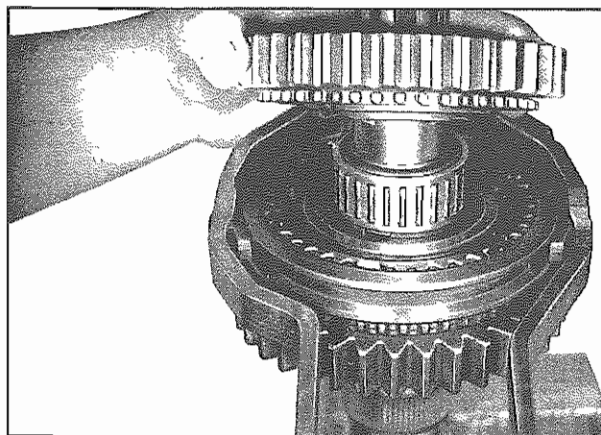

Fig. 28 - Ingranaggio della retromarcia
- Montare la gabbia a rullini **(414)** e l'ingranaggio della retromarcia **(428)** con la dentatura di accoppiamento rivolta verso il basso (**Fig. 28**).
- Attach needle cage **(414)** and gear wheel reverse speed **(428)** with clutch teeth facing downwards (**Fig. 28**).